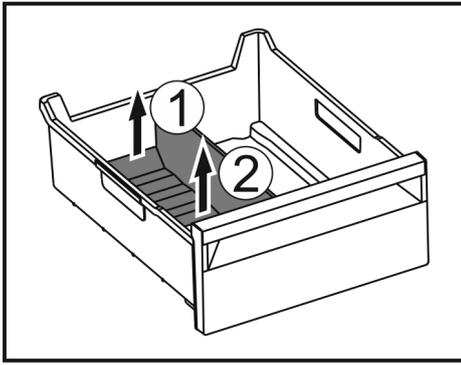

Fig. 74
- ▶ Achterste deel van de ijsvak-scheider optillen. Fig. 74 (1)
- ▶ Ijsvak-scheider er naar boven toe uitnemen. Fig. 74 (2)